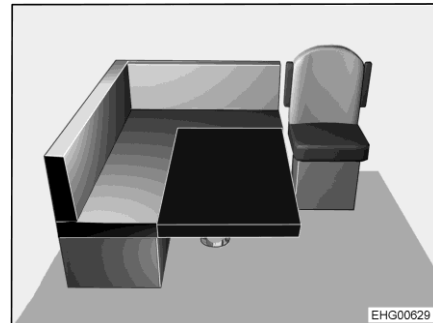

Fig. 69 Dopo la trasformazione
- Posizionare il cuscino aggiuntivo sul tavolo come mostrato in Fig. 69. Gli angoli arrotondati sono indicati in avanti a destra.